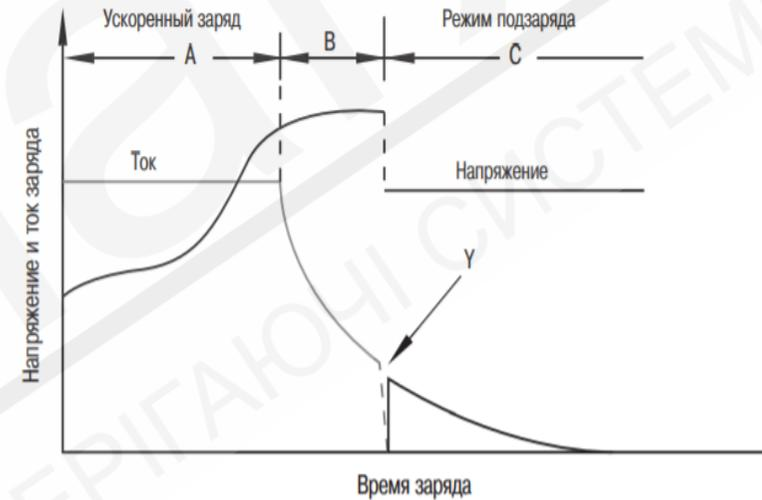

**Рис. 5** График заряда падающим током.
**Рисунок 5** иллюстрирует типичные характеристики заряда методом W.